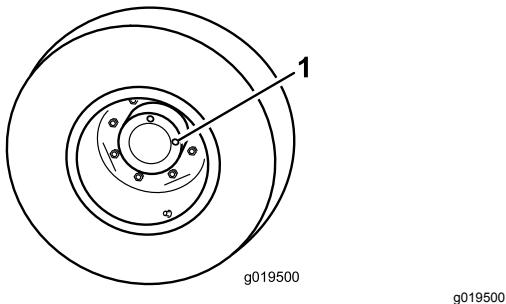

Figura 59
1. Com a máquina numa superfície nivelada, posicione a roda de forma a que 1 tampão de verificação (Figura 59) fique na posição das 12 horas e o outro na das 3 horas.
1. Tampão de verificação (2)
2. Retire o tampão da posição das 3 horas (Figura 59). O nível do óleo deve ficar ao nível do fundo do orifício do tampão de verificação.